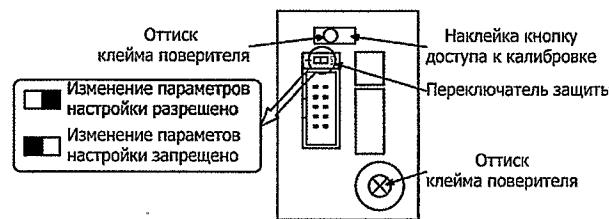

Рис. 2.2 – Места пломбирования поверителем
**Защита калибровочных коэффициентов** выполняется наклеиванием самоклеящейся этикетки на кнопку доступа к калибровке и нанесением оттиска клейма поверителя (рис. 2.2).
**Защита от внесения изменений в электронный модуль** вычислителя выполняется нанесением оттиска клейма поверителя на мастике в чашке (рис. 2.2).
**Защита настроек параметров** выполняется переводом переключателя защиты в левое положение (рис. 2.2) и пломбированием вычислителя пломбой инспектора теплоснабжающей организации (рис. 2.3).
После поверки ВКТ-7М электронный модуль пломбируется поверителем. Места пломбирования показаны на рис. 2.2.